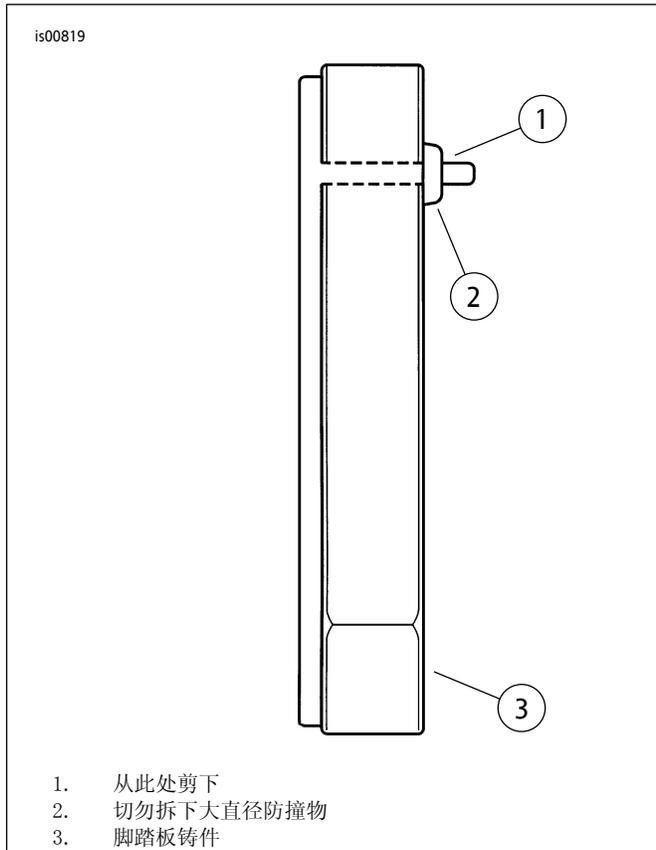

图3。去除橡胶突起物尖端
- 参见图3。如果铝脚踏板铸件上有小直径长尖端橡胶防撞凸起物，使用刀子或剪线钳将其去除。